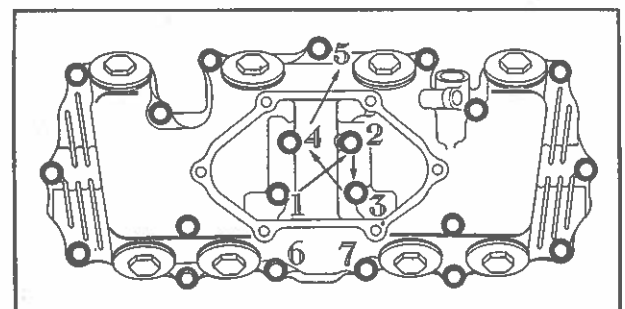

Fig. 3-9 Guarnizione coperchio testa.
2. Serrare i bulloni di fissaggio del coperchio testa nell'ordine indicato in fig. 3-9.